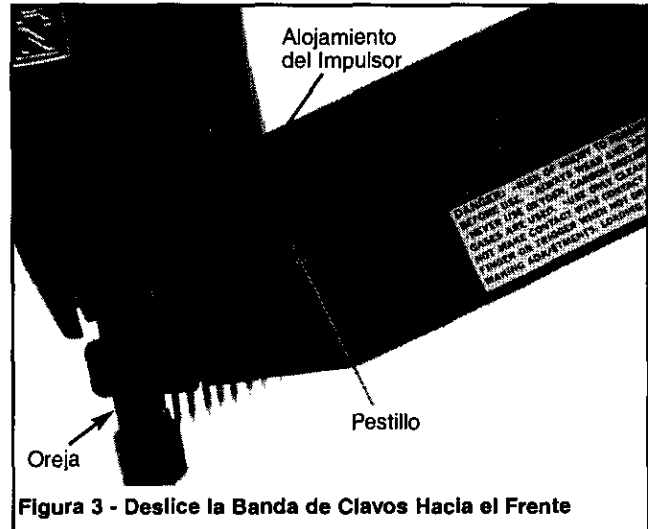

Figura 3 - Deslice la Banda de Clavos Hacia el Frente
- Deslice la banda de clavos hacia la parte frontal del depósito hasta que la banda de clavos quede en la oreja (véase la Figura 3).